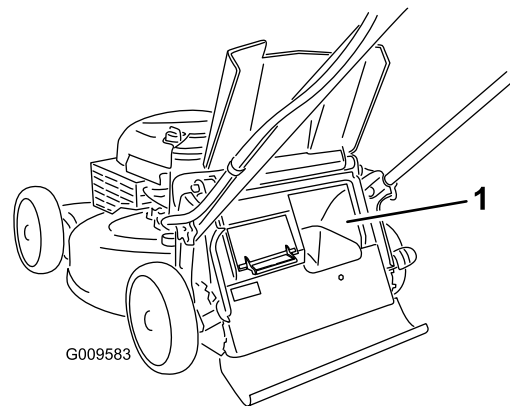

**Figura 16**
- Para ensacar los recortes de hierba y hojas, presione hacia dentro el botón de la palanca de ensacado a demanda y mueva la palanca hacia delante hasta que salga el botón de la palanca (Figura 16).